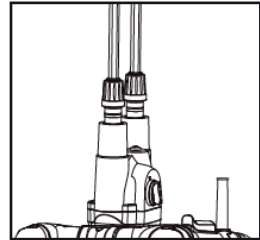

Рис. 6
- Затем отпустите руку (рисунок 6).